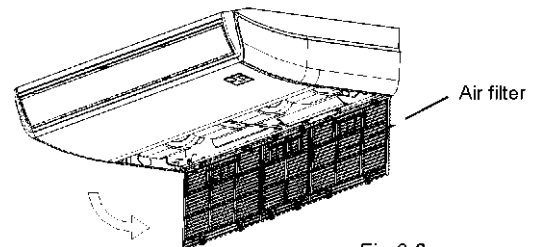

Fig. 6-2
- Wyjąć filtr powietrza. (Zobacz Rys. 6-2)
- Założyć filtr powietrza w odwrotnej kolejności, zgodnie z Rys. 6-2.